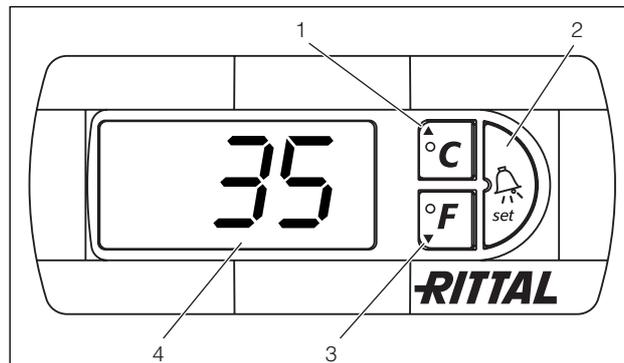

図 16: コンフォートコントローラ
コンフォートコントローラは7セグメント表示で自由に設定ができます(図16、No.4)。電源が入ると、約2秒後に最新のソフトウェアバージョンがコントローラに表示されます。その後の正常運転時には、温度(摂氏または華氏の切替可能)やエラーメッセージなどが表示されます。通常は現在のエンクロージャー内部温度が表示されていますが、エラー発生時には、温度表示が変わってエラーメッセージが表示されます。
ユニットのプログラムは1~3までのキー(図16)で行います。プログラム用パラメータも同様にモニター表示されます。
- キー1とキー2(図16)を同時に10秒間押し続けます。
1、2、3の各キー(図16)を使って、24種のパラメータを一定範囲内(最小値~最大値)で変更できます。